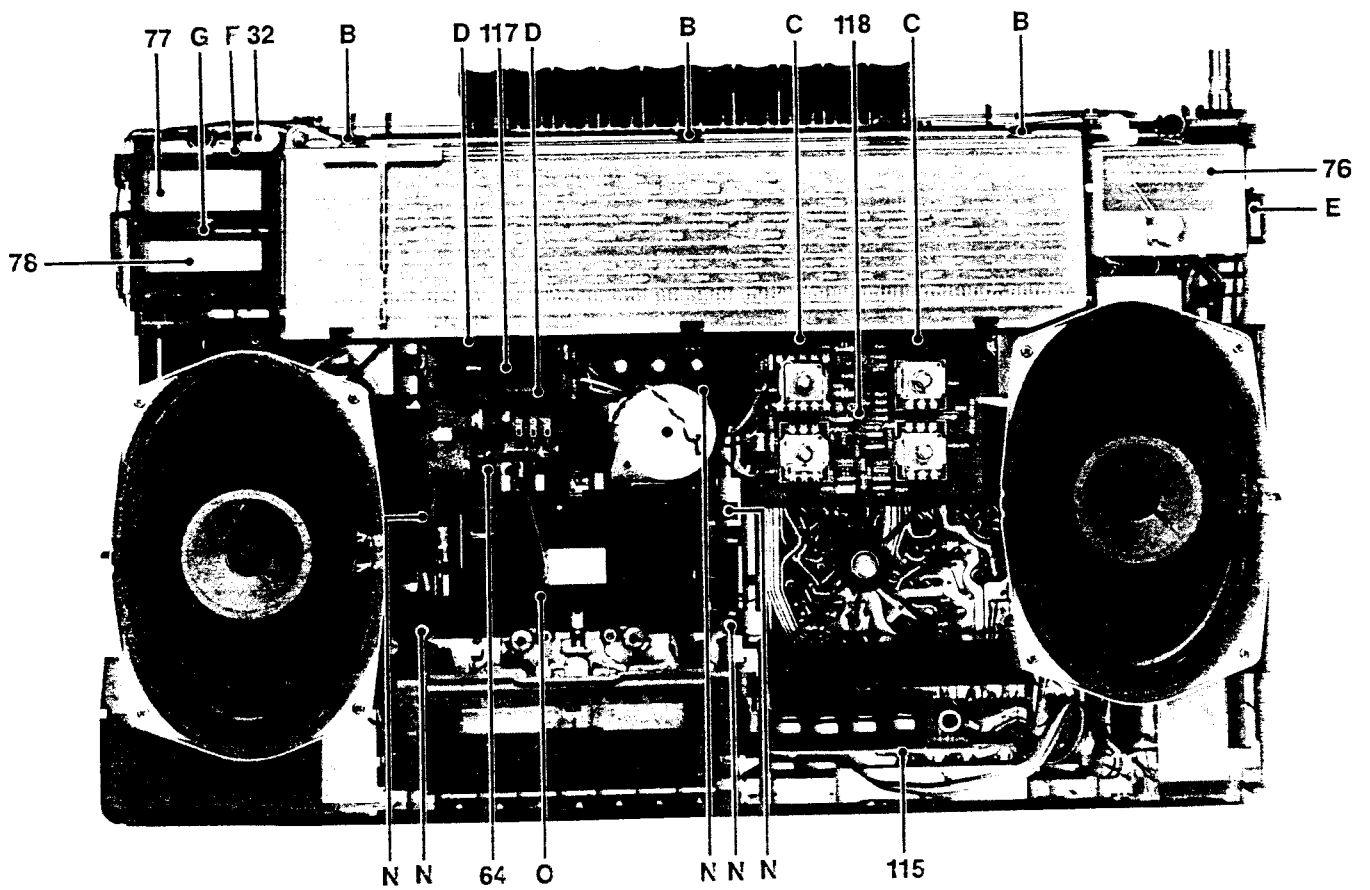

Bild 2
- 2 Rastnasen C (Bild 2) anheben und Reglerplatte 118 herausklappen.
- Die Schalterplatte 115 (Bild 2) ist gesteckt und kann nach vorne herausgezogen werden.
- 2 Rastnasen D (Bild 2) anheben und Reglerplatte 117 herausnehmen.
- Rastnase E (Bild 2) nach innen drücken und Anzeigeinstrument 76 nach vorne herausnehmen.
- Rastnase F (Bild 2) auf der Zähleroberseite drücken und Frequenzzähler nach vorne herausziehen.
- Rastnase G (Bild 2) nach unten drücken und Uhren-Modul 78 nach vorne herausklappen.
- Schalterplatte 115 (Bild 2) ausbauen.
- 5 Schrauben N (Bild 2) herausdrehen.